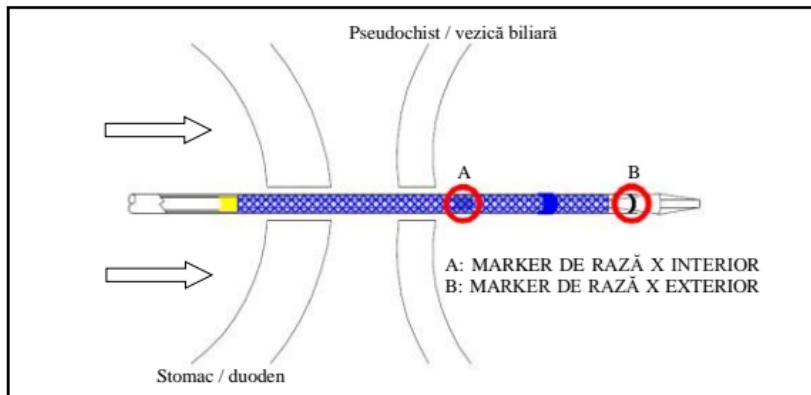

Figura 3
- Sub ghidare fluoroscopică și endoscopică, poziționați sistemul de poziționare al stentului prin electrocauterizare [HDS-10]. Markerul de rază X interior („A” din Figura 3) trebuie să treacă prin peretele pseudochistului sau al vezicii biliare.